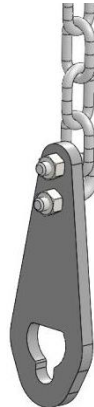

Figura 3
1. Localice ambos soportes colgantes que se incluyen en el kit (pieza 2, figura 1). Instale el perno en U y la cadena de su Kit de Distribución de Peso en cada soporte colgante como se muestra en la figura 3 (si se instala el sistema Doble Leva HP en un kit de distribución de peso existente, los pernos en U y las cadenas deben quitarse de cada barra de resorte antes de que se puedan instalar en los soportes colgantes).
Los pernos en U se deben instalar en los extremos de las cadenas (último eslabón) como se muestra en la Figura 3.